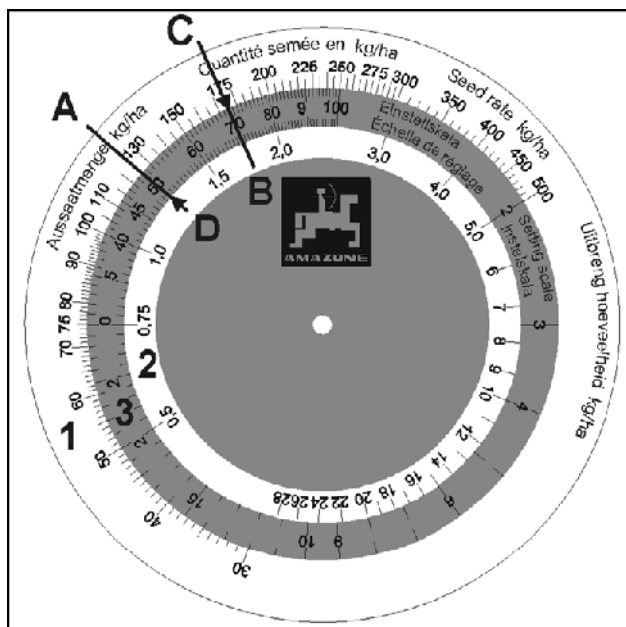

Fig. 84
Il disco graduato ha tre scale: una scala esterna bianca (Fig. 84/1) per tutte le quantità di semente superiori a 30 kg/ha e una scala interna bianca (Fig. 84/2) per tutte le quantità di semente inferiori a 30 kg/ha. Nella scala centrale a colori (Fig. 84/3) vengono indicate le posizioni del riduttore da 1 a 100.
- La quantità di semina 125 kg/ha (Fig. 84/A) e la "posizione riduttore 50" (Fig. 84/B) coincidono sul disco graduato.
- Ora leggere sul disco graduato la posizione riduttore per la quantità di semente desiderata 175 kg/ha (Fig. 84/C). Nel nostro esempio si tratta della "posizione riduttore 70" (Fig. 84/D).